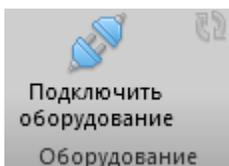

Рисунок 10
5. Нажать кнопку «Подключить оборудование» в окне программы (рис. 10).